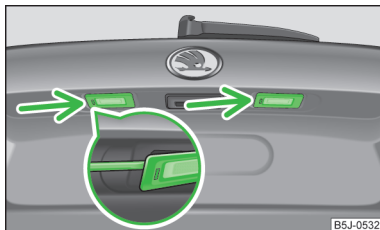

Abb. 161
- Einen flachen Schraubendreher in die Öffnung im Pfeilbereich » Abb. 161 stecken und vorsichtig zur Mitte der Leuchte drücken, die Leuchte springt etwas heraus.